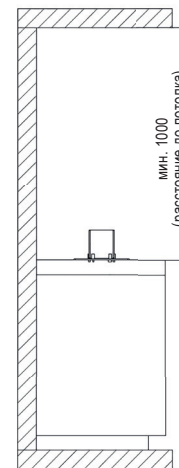
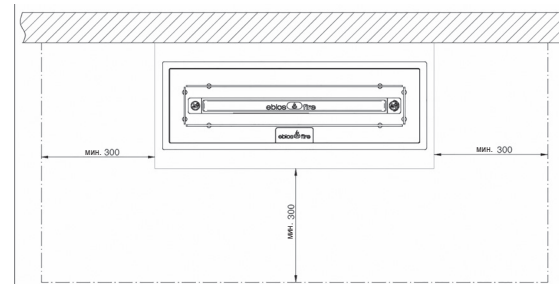

Рис. 15
Рис. 16. Минимальные расстояния до горячих элементов конструкции
- До расположенных по бокам горячих элементов конструкции, мебели, декораций или штор необходимо соблюдать минимальное расстояние в 1000 мм (см. рис. 16), чтобы обеспечить достаточную защиту от тепла! Запрещено располагать предметы поверх мебели ebios-fire до самого потолка помещения (расстояние до потолка > 1000 мм) (см. рис. 15)!